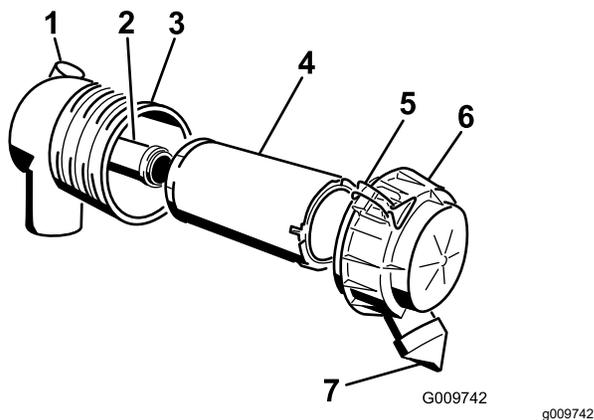

Figure 61
1. Sortez le préfiltre du boîtier du filtre avec précaution (Figure 61).
- Si vous remplacez l'élément filtrant de sécurité, insérez-le avec précaution dans le boîtier du filtre (Figure 61).
- Reposez le couvercle du filtre à air, le côté portant l'inscription « UP » en haut, et verrouillez-le (Figure 61).